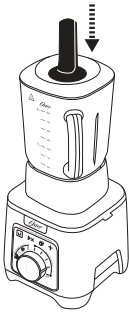

Fig. 8
1. Con la licuadora a baja velocidad, inserte el apisonador a través de la abertura de la tapa. Tenga cuidado de no tocar las cuchillas. (Fig. 8)